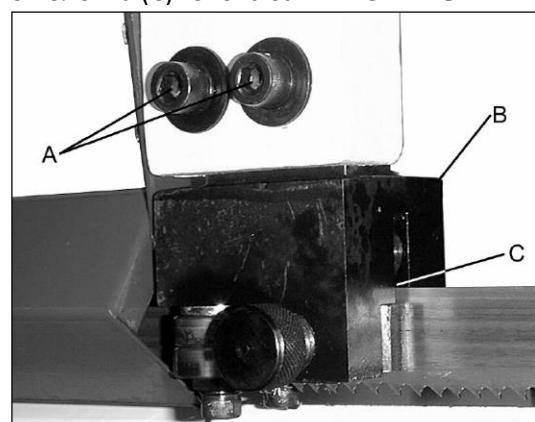

Рис.7.1
Ослабьте винты (A, рис. 7.1) и установите задний ролик на расстояние примерно 0,1 мм от спинки пильного полотна (C). Снова затяните винты.